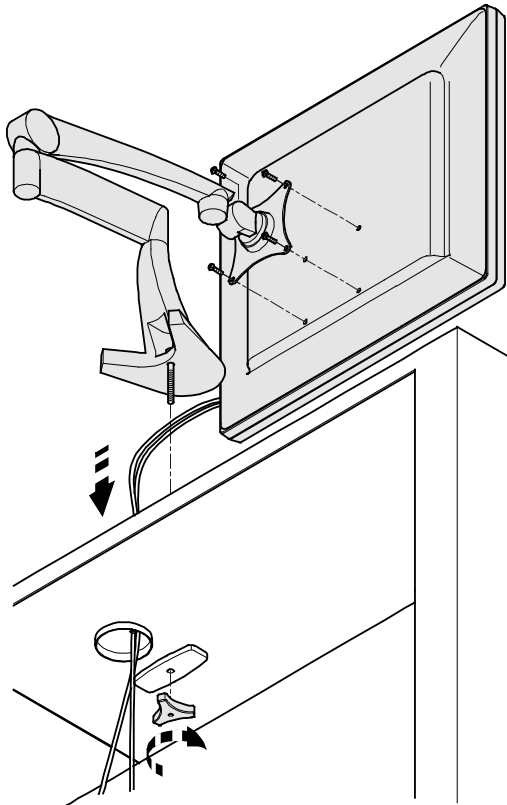

Abbildung 1
- Montieren Sie den Halter zum Monitor auf dem CTM-SC (siehe Abbildung 1).
- Montieren Sie den Monitor auf den Halter (siehe Abbildung 1).